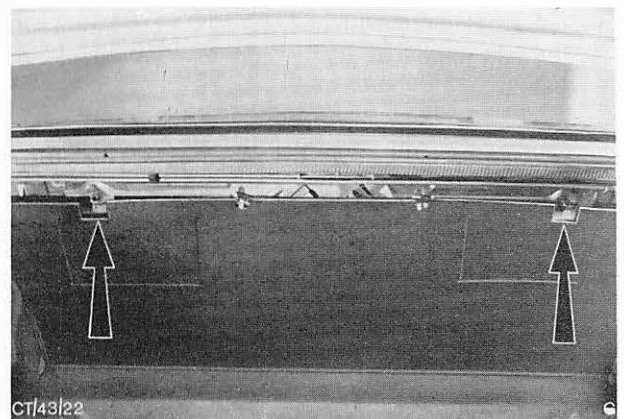

Abb. 44 Lage der vom Kofferraum her zugänglichen Stiftschrauben – Hintersitzlehne
2. Hintersitzlehne ausbauen, Abb. 44 und 45.